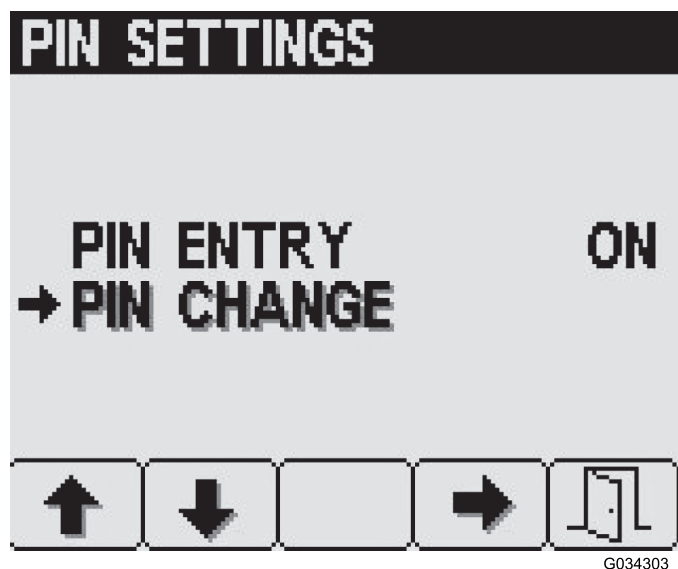

図 17
- PIN 設定画面でボタン2を何度か押して PIN 変更 PIN Change へ移動し、ボタン4でそれを選択する 図 17。